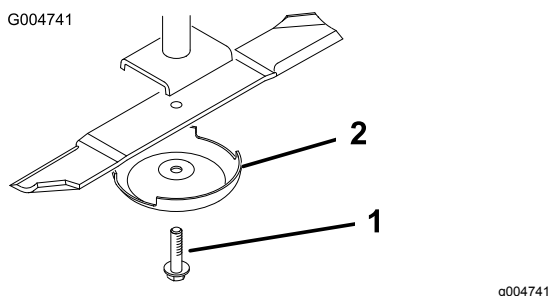

Figura 116
3. Retire o parafuso da lâmina, o recipiente antidanos e lâmina do eixo (Figura 116).